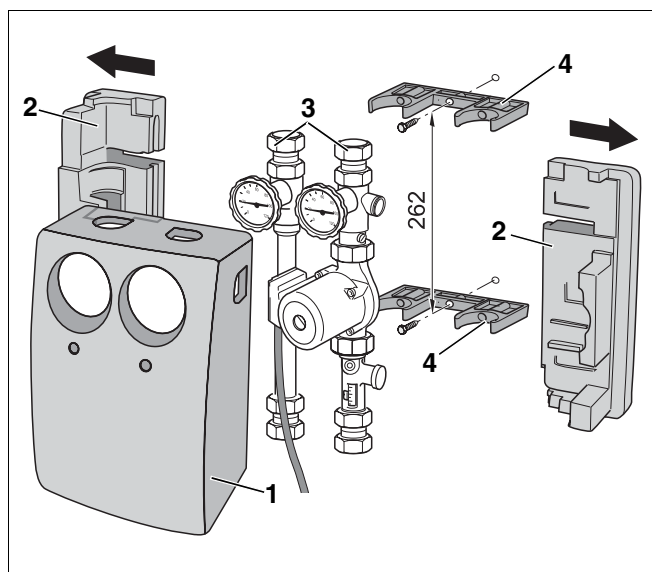

Fig. 6 Desmontaje del aislamiento térmico delantero
Antes de montar el soporte mural (fig. 6, **pos. 4**) deberá abrir la estación solar.
- Retire el aislamiento térmico delantero (fig. 6, **pos. 1**).
- Retire las dos carcasas traseras de aislamiento térmico (fig. 6, **pos. 2**) de la izquierda y a la derecha.
- Extraiga del soporte mural las dos tuberías de las bombas de ida y de retorno (fig. 6, **pos. 3**) tanto arriba como abajo (fig. 6, **pos. 4**).
- Taladre para cada soporte mural (fig. 6, **pos. 4**) un orificio de 8 mm de profundidad a una distancia de 262 mm y atornille los soportes.
- Encaje de nuevo las dos tuberías de las bombas de ida y retorno (fig. 6, **pos. 3**) en los soportes murales.
- Coloque de nuevo las dos carcasas traseras de aislamiento térmico (fig. 6, **pos. 2**) tanto a la izquierda como a la derecha.